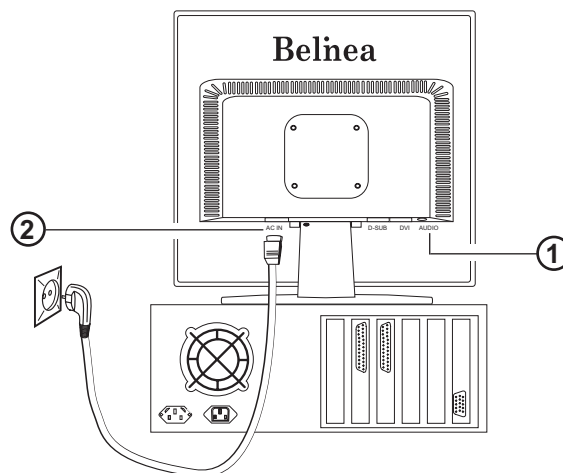

Figure 3. Raccordement du moniteur à la source d'alimentation électrique
Si votre ordinateur est équipé d'une sortie son, connectez une extrémité du câble son à l'entrée audio du moniteur (① à la fig. 3) et l'autre extrémité au connecteur de sortie audio (« Line-Out ») de l'ordinateur.
Connectez le câble d'alimentation électrique (② à la fig. 3) au moniteur d'une part, et à une prise électrique murale avec mise à la terre d'autre part.